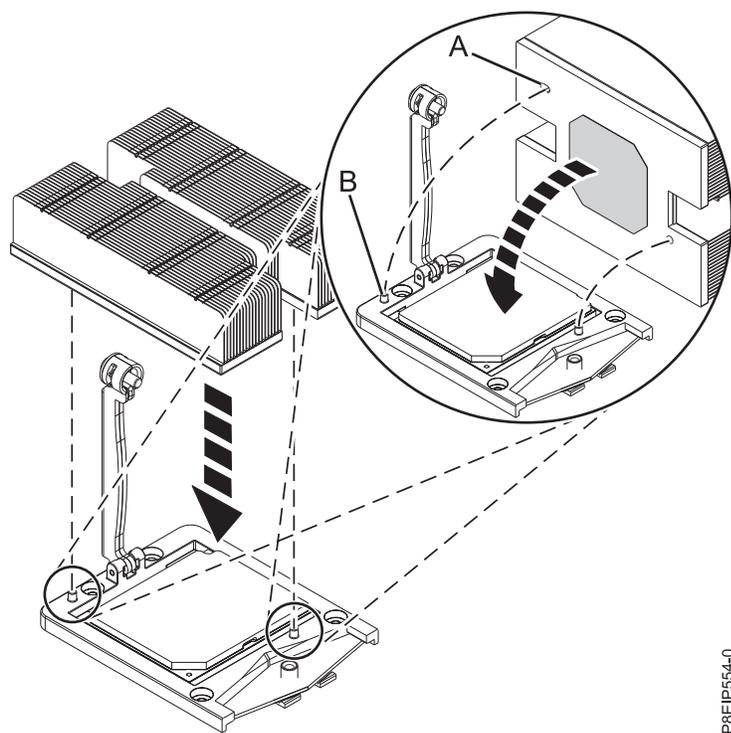

Figura 55. Instalación del disipador térmico
- 10. Mueva el disipador térmico del procesador al procesador. Baje con cuidado el disipador térmico sobre el módulo del procesador del sistema, asegurándose de que los orificios **(A)** del disipador térmico se alineen con los dos pivotes de guía **(B)** del receptáculo, como se muestra en la Figura 55.